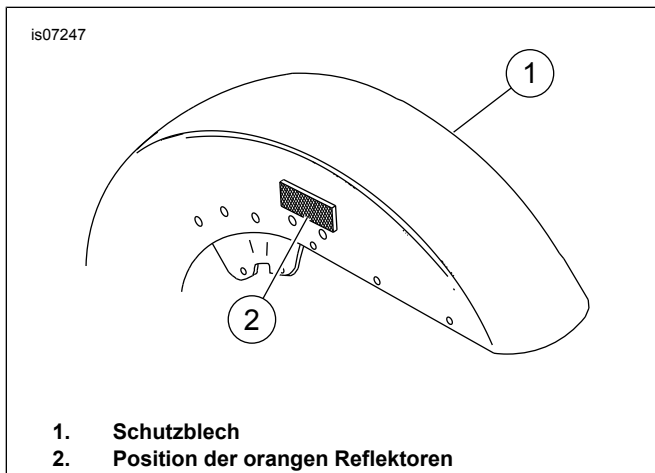

Abbildung 2. Orange Reflektoren
5. Die Schnalle (1) über den Befestigungsriemen ziehen und mit der Schnallenhälfte zusammenfügen, die an der Rückseite der Motorschutzbügel-Abdeckung angebracht ist. Sobald die Schnalle korrekt geschlossen ist, rastet die Verriegelung ein.
- a. Siehe Abbildung 2. Die Bereiche an beiden Seiten des Schutzblechs (1) reinigen, wo die orangen Reflektoren montiert werden sollen.
- b. Die Schutzstreifen von der Rückseite des Reflektors entfernen und die Reflektoren an die gewünschte Stelle (2) kleben.